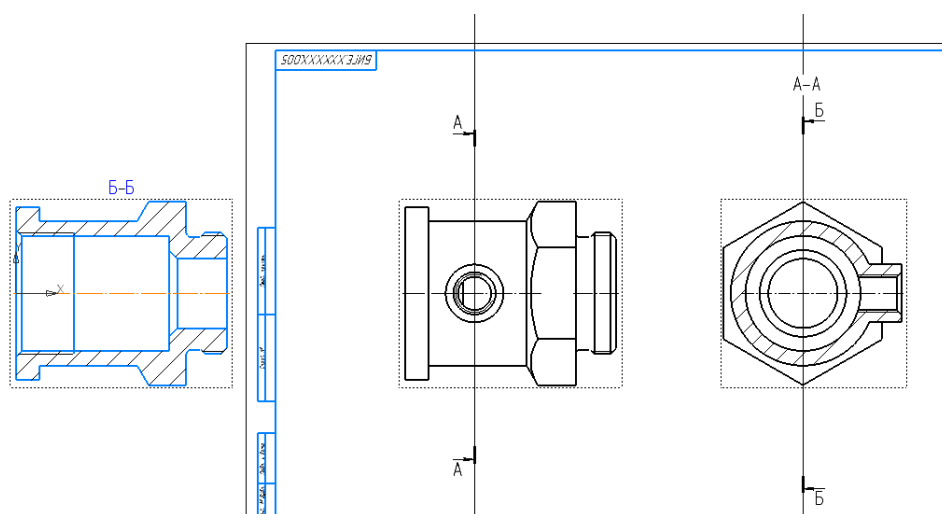

Рис. 23 Обозначение положения секущей плоскости *Б-Б* для фронтального разреза
- **Черчение – Обозначения – Линия разреза/сечения.** На виде Слева указать положение секущей плоскости. Изображение разреза *Б-Б* сместить за поле чертежа. В дереве чертежа разрезу присвоить параметр «Погашенный» (рис. 23).